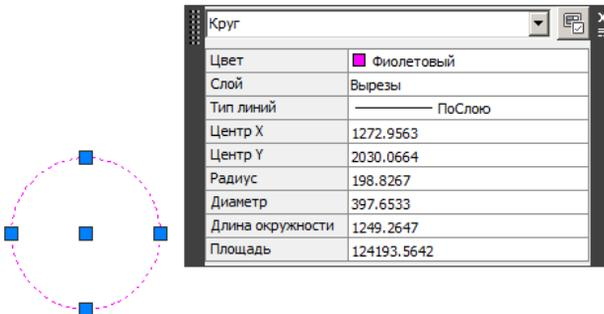
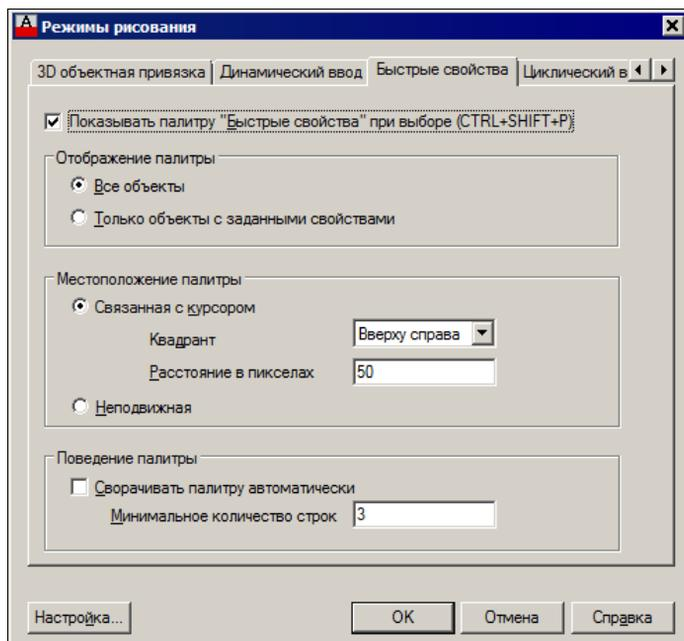

Рис. 2.22. Окно быстрых свойств
Рис. 2.29. Диалоговое окно **Режимы рисования**, вкладка **Быстрые свойства**
При включении режима быстрых свойств (БС (QP)) пользователь может получать быструю информацию об основных свойствах объекта, если щелкнуть на нем левой кнопкой мыши. При этом появляется окно быстрых свойств (рис. 2.22). Состав выводимых в это окно свойств может настраиваться при адаптации пользовательского интерфейса. Подробнее о свойствах примитивов см. главу 5.
Вкладка **Быстрые свойства** (Quick Properties) (рис. 2.29) появилась в версии 2009. На этой вкладке задаются настройки отображения окна быстрых свойств для объекта под курсором (см. рис. 2.22).